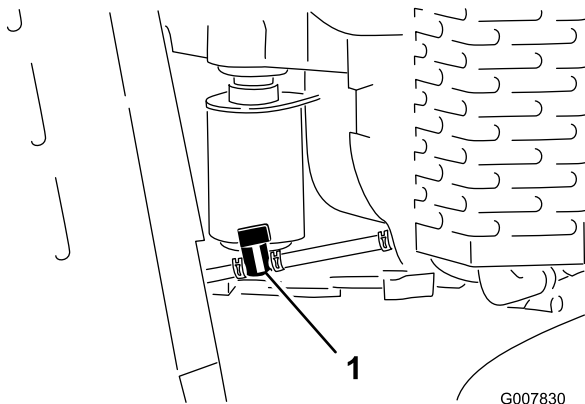

Figure 39
4. Tournez le robinet de vidange en position fermée (Figure 39).
5. Pincez les extrémités du collier de flexible du côté moteur et poussez le collier vers le haut de la conduite d'alimentation, à l'opposé du robinet (Figure 39).
6. Débranchez la conduite d'alimentation du robinet (Figure 39). Ouvrez le robinet d'arrivée de carburant
3. Tournez le robinet de vidange en position fermée (Figure 39).
7. Tournez le robinet de vidange en position ouverte (Figure 39).